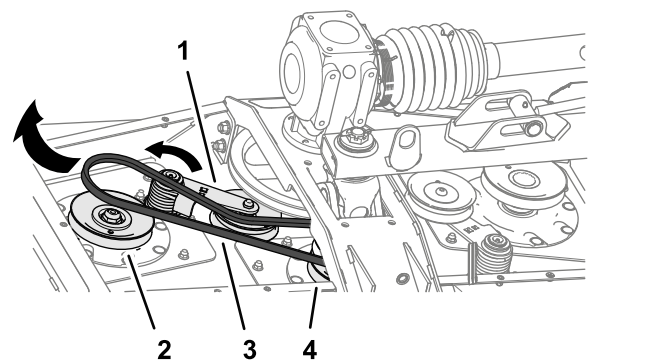

Figura 66
3. Utilize uma barra disjuntora ou ferramenta semelhante para rodar o tensionador da correia da correia curta no sentido contrário ao dos ponteiros do relógio e retire a correia da polia do tensionador (Figura 66).